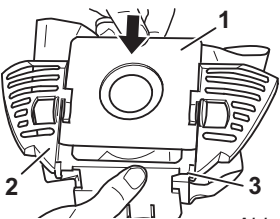

Abb. 19
6. Schieben Sie den neuen Staubfilterbeutel (Abb. 19/1) wie abgebildet in den Staubbeutelhalter (Abb. 19/2), bis er an den unteren Aufnahmewinkeln (Abb. 19/3) des Staubbeutelhalters anschlägt.